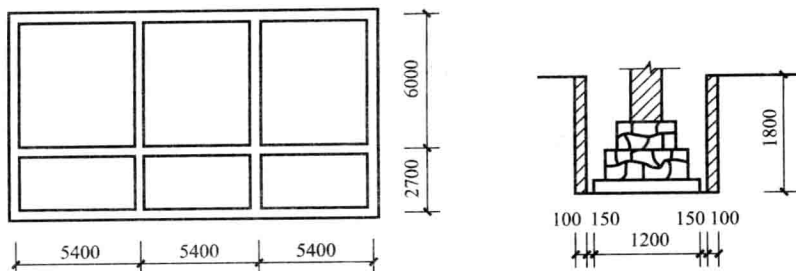

图 1-7 挖沟槽支挡土板示意图
**【例 1-8】** 如图 1-7 所示，求挖沟槽支挡土板土方工程量。
挖沟槽土方的清单工程量计算规则是按设计图示尺寸以基础垫层底面积乘以挖土深度计算,  $3 \times 5.4 \times 2 + (2.7 + 6.0) \times 2 = 49.80\text{m}$  为外墙地槽中心线长, 其中  $3 \times 5.4 \times 2$  表示横向两道外墙地槽的长度,  $(2.7 + 6.0) \times 2$  表示纵向两道外墙地槽的长度, 具体尺寸查看图 1-7, 6.0 表示内墙上部地槽的长度,  $(0.6 + 0.6)$  表示内墙基础垫层的宽度, 2.7 也为内墙地槽下部的长度,  $3 \times 5.4$  为横向内墙地槽的长度, 内墙地槽计算净长即 27.6, 27.6 表示内墙地槽总净长, 1.2 为垫层底宽, 1.8 表示挖土深度。